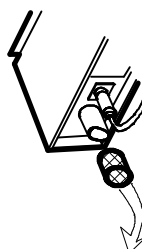

図12
- ② 測定部の換気ファンに差し込んであるスポンジ状のフィルターを取り外して水洗いをし、よく水切り後また元に差し込みます。（図 12）フィルターが消耗している場合は、新しいフィルター（別販）と交換してください。
- ③ データ処理装置の電源を入れ（ON）て、測定部換気ファンが回っていることを確認します。換気ファンが回っていない場合は、保守用の換気ファン（別販）と取替えてください。取替えは、27頁 3. 消耗品取替え を参照ください。
- ④ 基準板を、目印杭のところに置き、21頁 試験 を行ってください。
- ⑤ 基準板をペグで固定し、12頁 3. 積雪深オフセット設定を行ってください。
- ⑥ 部外者侵入防止ポール・ロープ等が設置してある場合は、設置状況を確認します。
- ⑦ 11頁 内部時計設定 を参照し、時刻を合わせます。
- ⑧ 11頁 測定間隔設定 を参照し、測定間隔を確認、設定を行います。
- ⑨ 14頁 2. 操作・設定方法 を参照し、各設定の確認・設定を行います。
- ⑩ データ処理装置の電源を入り（ON）のままで、測定開始になります。